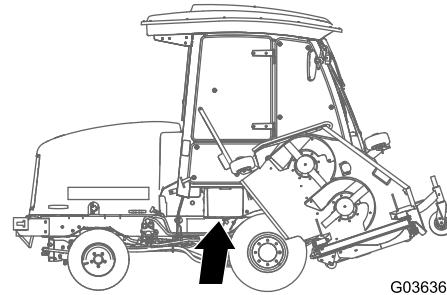

Figure 95
1. Ouvrez le couvercle de la batterie sur le côté du carénage (Figure 95).
**Remarque:** Appuyez sur la surface plate au-dessus du couvercle de batterie pour faciliter la dépose du couvercle (Figure 95).